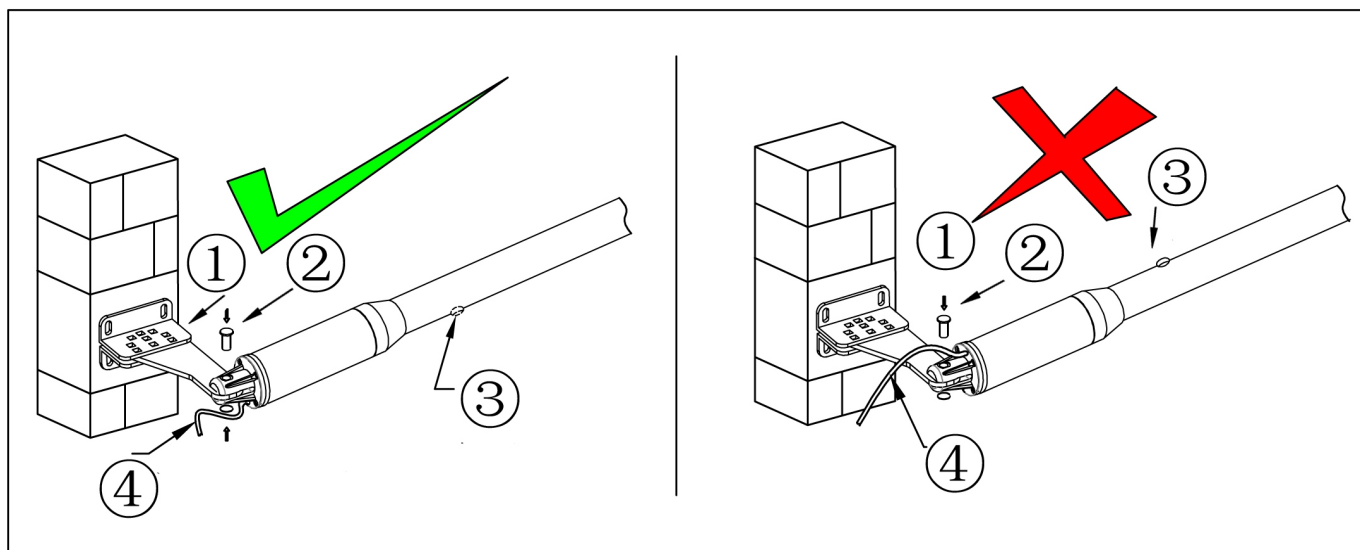
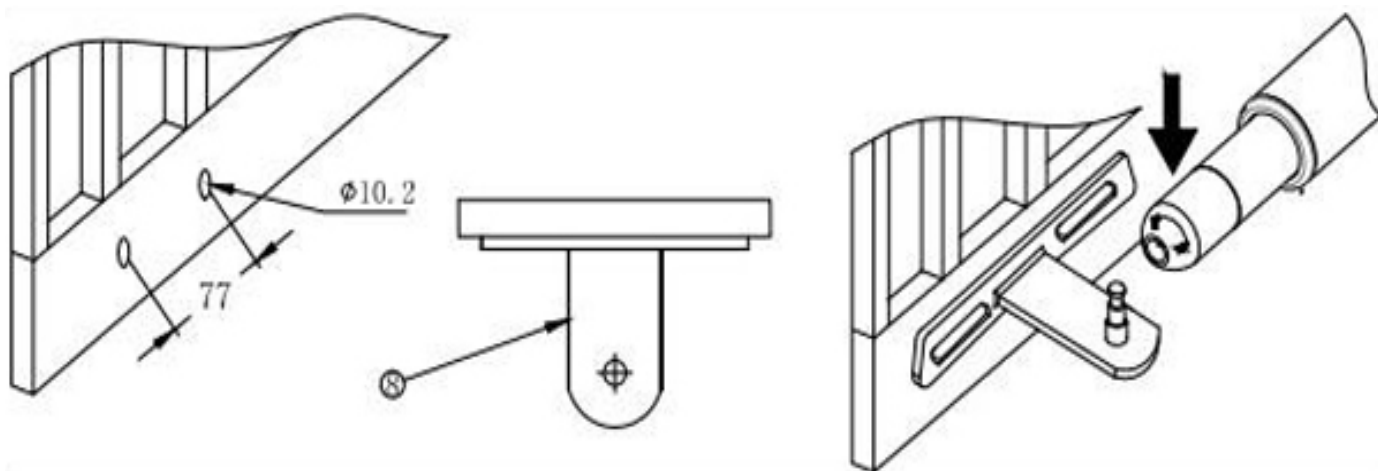

Рис. 6 Установка привода на задний кронштейн
Рис. 7 Установка привода на передний кронштейн
- Установите приводы на задние и передние кронштейны (Рис. 6 и 7). На заднем кронштейне (1) зафиксируйте привод с помощью штифтра (2), стопорных шайб и шпилек (Рис. 6). На переднем кронштейне установите привод на ось кронштейна и заблокируйте ключом (подробнее о блокировке и разблокировке привода в Разделе 4.3. “Ручная разблокировка привода”) (Рис. 7).
Кабель питания привода (4) должен находится под задним кронштейном крепления привода, отверстие для слива конденсата (3) должно смотреть вниз на землю. Правильная установка показана на Рис. 6 левая картинка, НЕ правильная установка показана на Рис. 6 правая картинка.